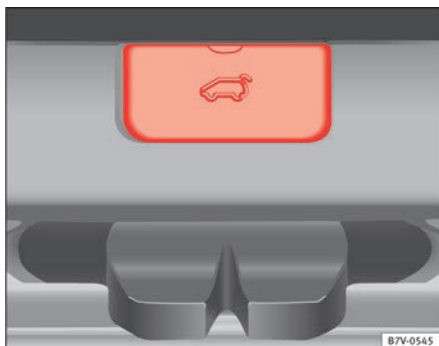

Fig. 191 A partir do porta-bagagens: Desmontagem da tampa da porta do porta-bagagens.
- Retirar a tampa quadrada no revestimento interior da porta do porta-bagagens ⇒ Fig. 191.